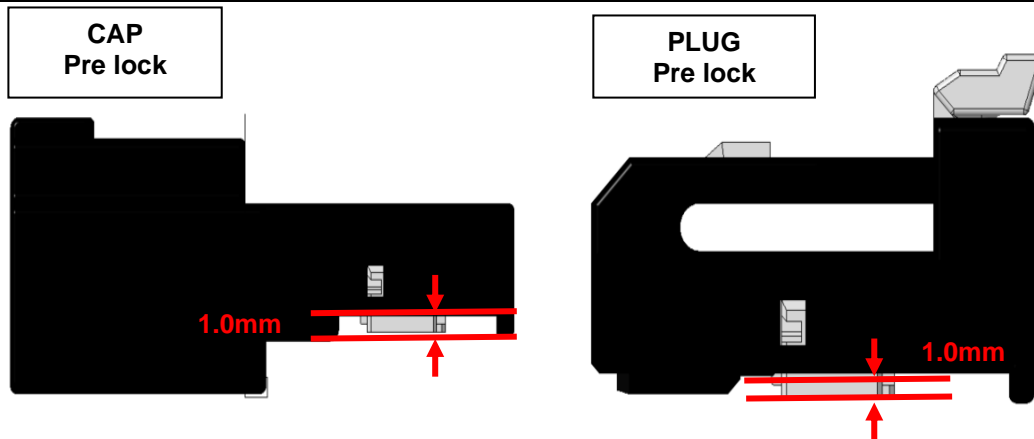
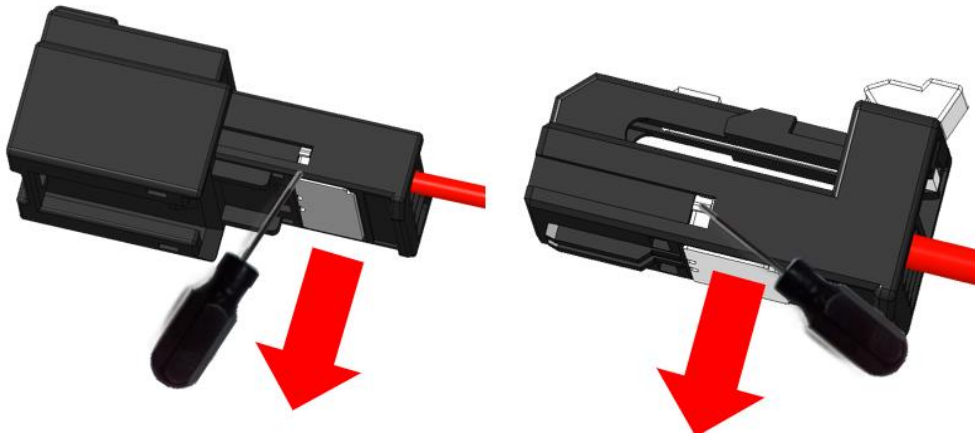

Fig. 7
Fig. 10
(1) Check TPA is in pre-lock condition as shown in Fig.7.The contact cannot be inserted in case of the final lock condition so do it again after rework.
(1) TPA 가 Pre lock 상태인지 확인하시오. Final lock 상태일 경우에 단자가 삽입되지 않는다. (Fig.7 참조)
TPA must be Pre-Lock status before Female TML extraction (See Fig.7)
Instruction of TPA unlock, refer Fig.10
Female 단자의 탈착 시, TPA 는 Pre-Lock 상태로 빠져 있어야 (Fig.7 참조) 한다. TPA 해제 방법은 Fig.10 를 참조하라